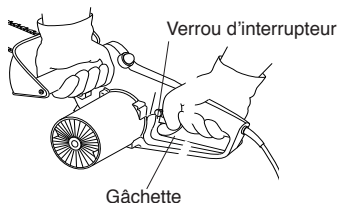

Figure 10 - Emplacements du bouton du verrouillage d'interdiction de la gâchette et de la gâchette
3. Se servir des deux mains pour tenir la tronçonneuse. Toujours utiliser la main gauche pour saisir la poignée avant et la main droite pour saisir la poignée arrière. Tenir fermement. Les pouces et les doigts doivent entourer les poignées (voir la Figure 10).
5. Lorsque vous êtes prêt à faire une coupe, enfoncez le bouton du verrouillage d'interdiction de la gâchette avec le pouce droit, et appuyez sur la gâchette (voir la Figure 10). Ceci met la tronçonneuse en marche. Elle s'arrête quand on lâche la gâchette. S'assurer que la chaîne tourne à la vitesse maximum avant d'entamer l'entaille.